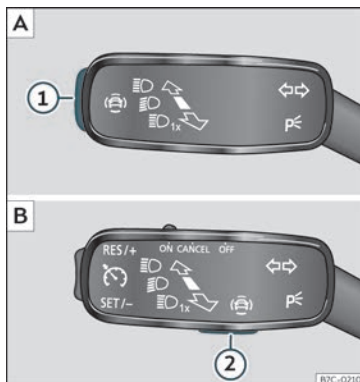

Fig. 62 No manípulo das luzes indicadoras de mudança de direção e dos máximos.: botão para os sistemas de assistência à condução (conforme versão).
- Pressione brevemente o botão >>> **Fig. 62** ① ou ② para abrir o menu **Assistentes**.